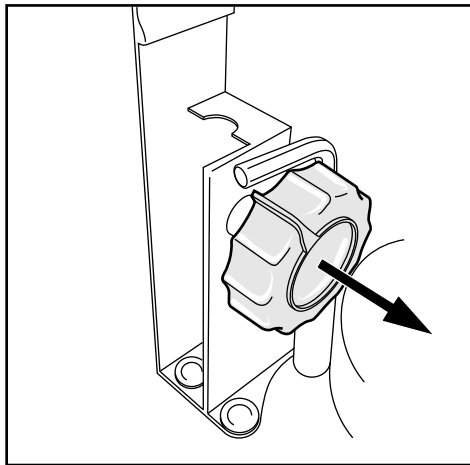

Figure 23 Outil de Réglage Dans Son Logement Vertical
5. Ouvrez le boîtier de l'unité commande. Ouvrez le couvercle prioritaire anti poussière comme indiqué sur la Fig. 29, et sortez l'outil de réglage d'origine de son logement (Voir Fig. 23)